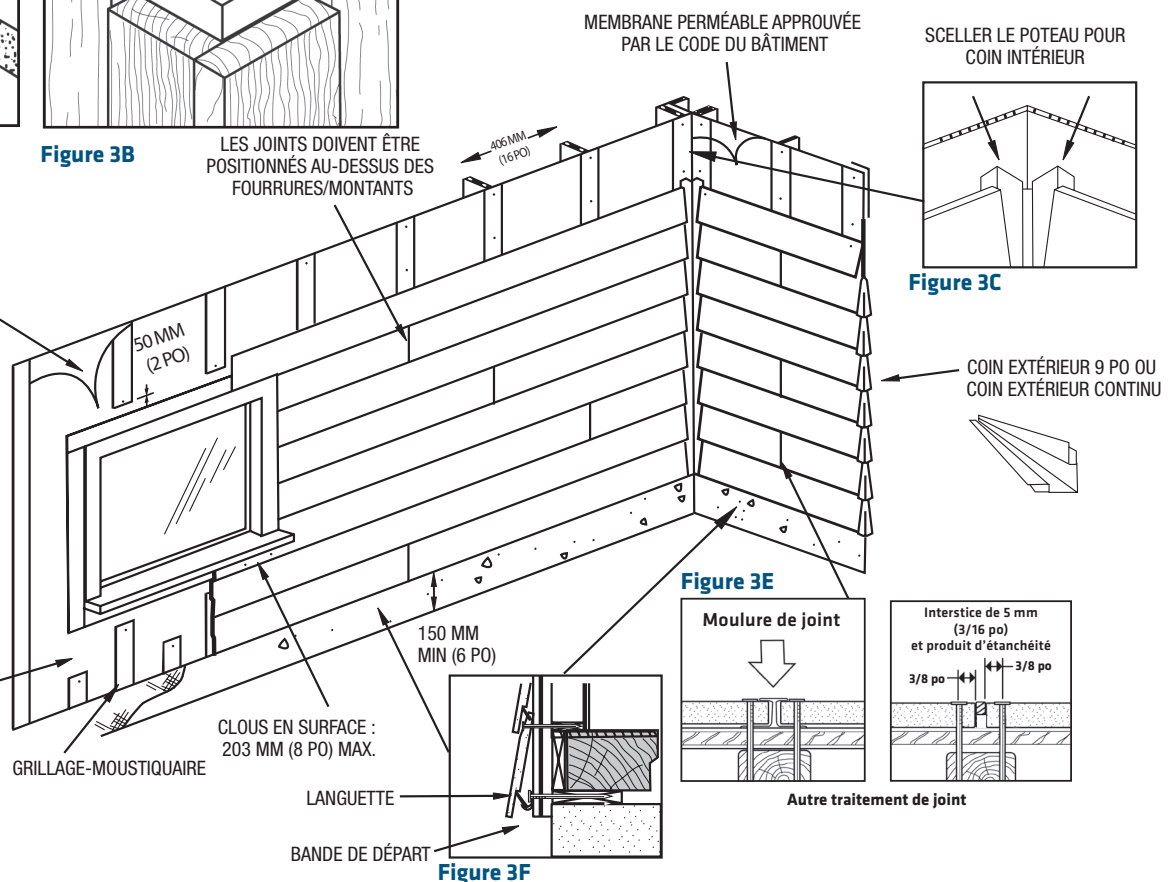

Figure 3E
- e) Les joints verticaux des pièces de revêtement adjacentes doivent être situés au-dessus du centre d'un montant ou d'une fourrure installée sur un montant. Laissez un interstice de 5 mm (3/16 po) entre les pièces de revêtement, et clouez-les dans le montant ou la fourrure. Lorsque des moulures à joint sont employées, ajoutez l'épaisseur de la languette de la moulure à joint à l'interstice de 3/16 po. Insérez une moulure à joint dans l'interstice ou scellez-le à l'aide d'un produit d'étanchéité de qualité supérieure, non durcissant et peinturable. Lors du scellement, évitez de faire déborder le produit d'étanchéité sur la face du revêtement. LAISSEZ UN ESPACE DE 4 mm (3/16 po) À LA RENCONTRE DU REVÊTEMENT ET DE LA GARNITURE AFIN DE PERMETTRE LA DILATATION. Voir la Figure 3E. Ces joints peuvent être scellés ou recouverts d'une moulure en J de couleur assortie. Voir les Figures 3A et 3B.